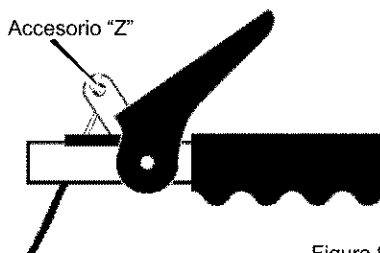

Figura 99
**Para asegurarse de que estén bien ajustados, suelte el accesorio "Z" en la palanca de propulsión (Figura 99).**